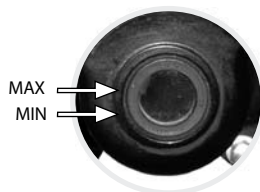

Imagen 2. Mirilla de aceite.
3. Verificar que el nivel de aceite se encuentre en la marca de máximo. Ver imagen 2.